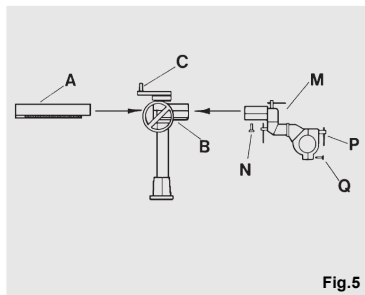

Fig.5
Une fois fixé le support au banc de travail, il ne reste plus qu'à monter l'Entraîneur en utilisant le collier approprié (M) (voir Fig.5) placé à l'extrémité du support.